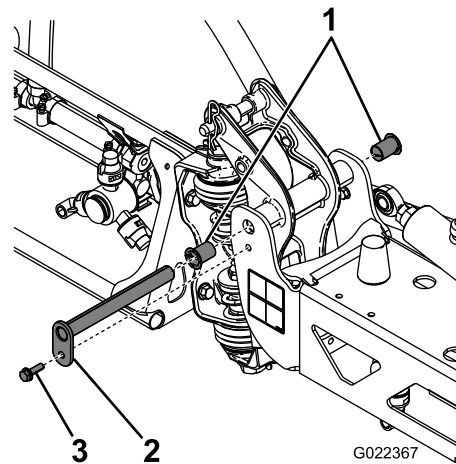

Figure 62
3. Lorsque le poids de la rampe est soutenu, retirez le boulon et l'écrou qui fixent l'axe de pivot à la rampe (Figure 62).
4. Retirez le boulon et l'écrou qui fixent l'axe de pivot, et déposez celui-ci (Figure 62).
- Déposez et examinez les bagues en nylon à l'avant et à l'arrière du support de pivot (Figure 62).
- Appliquez une petite quantité d'huile sur les bagues en nylon et montez-les sur le support de pivot (Figure 62).
- Montez la rampe et support de pivot dans le cadre central en alignant les trous (Figure 62).